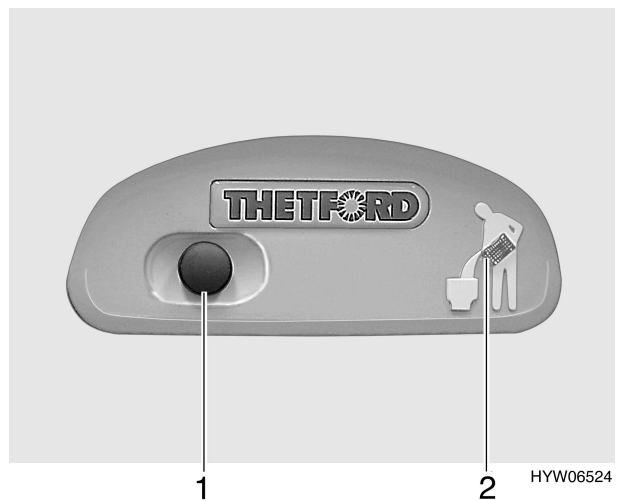

Bild 138 Spülknopf/Kontroll-Leuchte Thetford-Toilette (Variante 1)
- Zum Spülen den blauen Spülknopf (Bild 138,1) drücken.
Die Kontroll-Leuchte (Bild 138,2) leuchtet, wenn die Thetford-Kassette entleert werden muss.